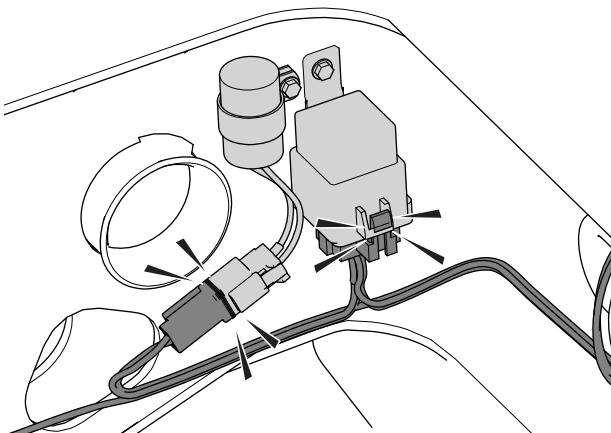

Figura 6
4. Collegate il cablaggio preassemblato al modulo timer e al relè (**Figura 6**).